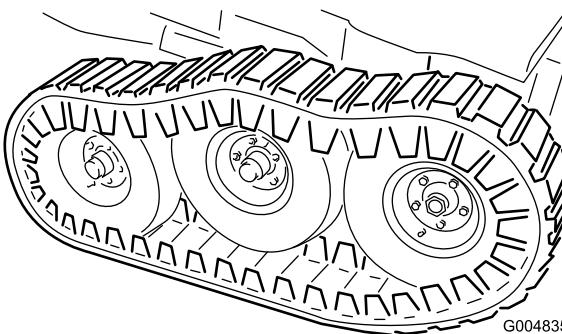

Figure 32
25. Ajustez le cric à une hauteur permettant de monter le pneu central. Soulevez le centre de la chenille afin de pouvoir monter le pneu central (Figure 32). Serrez